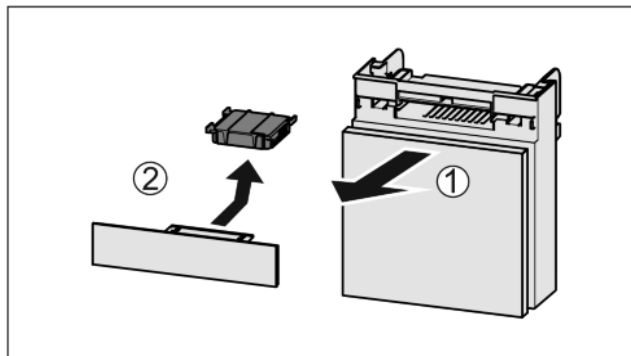

Fig. 44
- Fach nach vorne herausziehen Fig. 44 (1).
- Aktivkohlefilter entnehmen Fig. 44 (2).